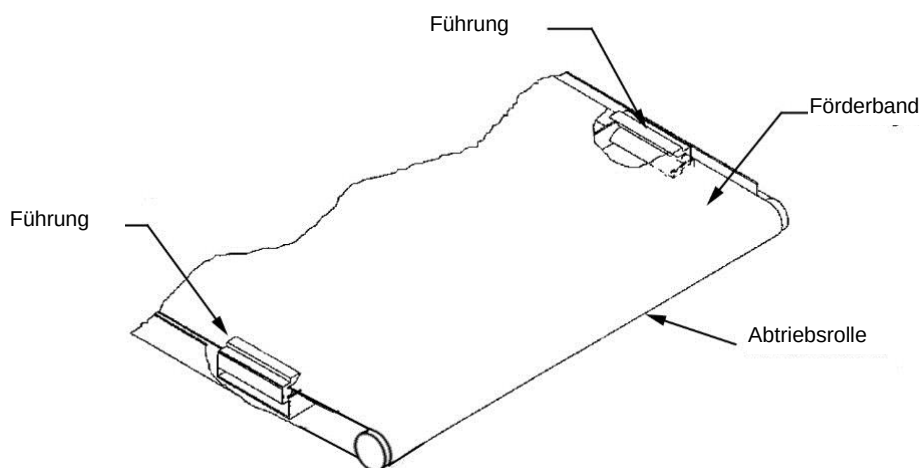

Abb. 11-1: Unterseite der Fördereinheit
20. Auf der Unterseite des Fördertischs sind U-förmige Kanäle angeschweißt. Die Nachführeinrichtung befindet sich auf der Innenseite des ersten U-Kanals auf der Zustellseite der Holzschleifmaschine (Abb. 11-1). Die Rückseite der Nachführeinrichtung ist magnetisiert und haftet fest an der Seitenwand des Fördertischs. Die Nachführeinrichtung nicht